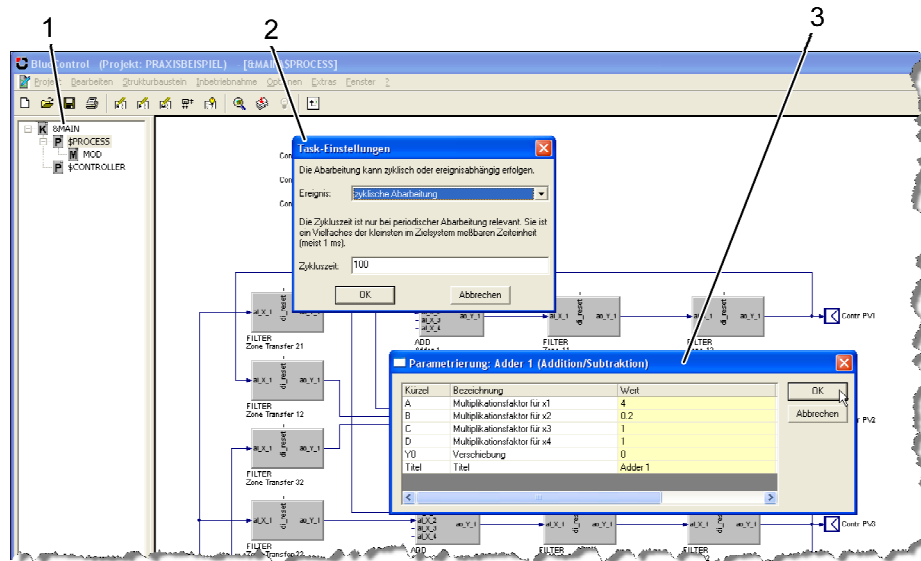

Abb. 114: Beispiel Inbetriebnahme-Modus
- Inbetriebnahme-Modus:** In diesem Modus können für jede Kopie ("Instanz") eines Bausteins Parameter vergeben werden (Beispiel: Abb. 114/3). Darüber hinaus kann die Rechenzeit bestimmt werden, die jeder Teilanwendung ("Task") zugewiesen wird (Beispiel: Abb. 114/2). Eine grundsätzliche Bearbeitung der Projekte ist in diesem Modus nicht möglich. Anstelle der Projektübersicht des Editier-Modus, in der das Projekt nach Kategorien geordnet angezeigt wird, wird im Inbetriebnahme-Modus der logische Aufbau der Anwendung gezeigt (Abb. 114/1). Aufgerufene Komponenten (Programmbausteine, Makros etc.) werden dabei *unterhalb* der sie aufrufenden Komponenten angezeigt.